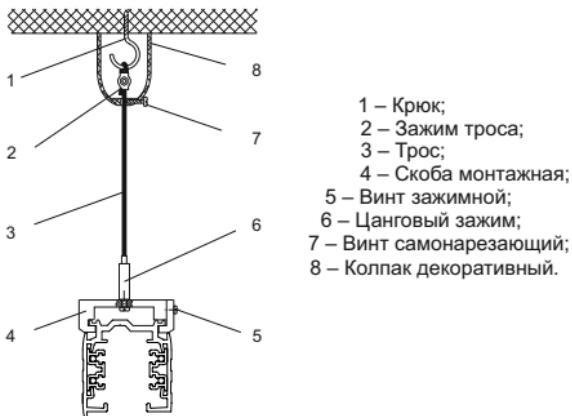

Рисунок 4
5.1.3 Монтаж шинопровода на подвесе производить при помощи комплекта подвеса для шинопровода с тросом IEK (рисунок 4).